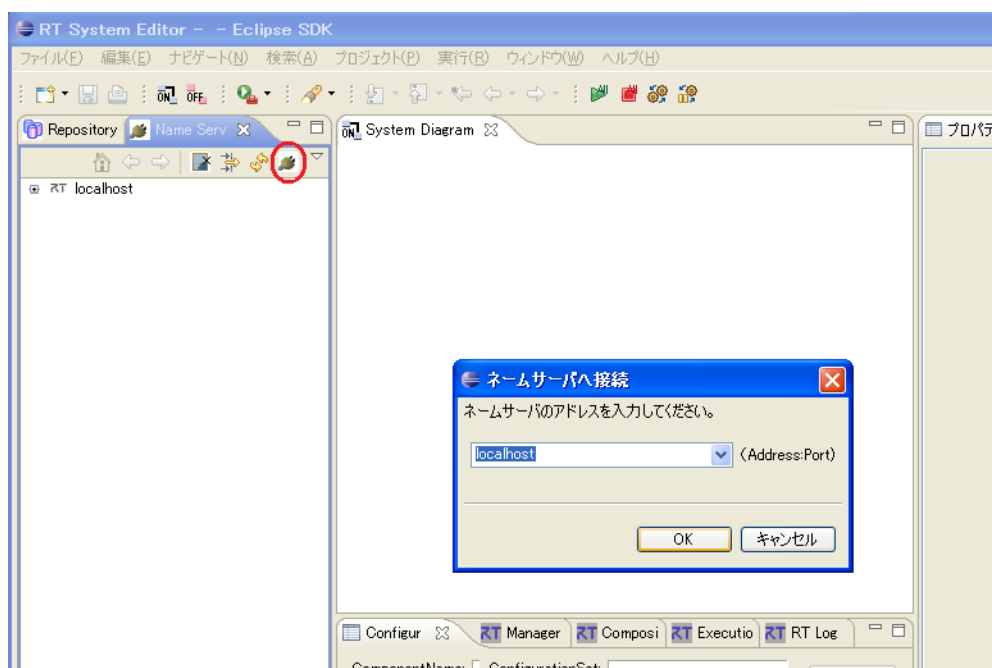

図 8 NameServiceView の操作
- c) 図 8 に示す赤い丸で囲まれたアイコンを選択する。NameServiceView が表示されていない場合は、メニューバー>ウィンドウ>ビューの表示>NameServiceView を選択する。
- d) 図 8 のように Connect Name Server の Address Port に「localhost」と入力して OK を選択する.